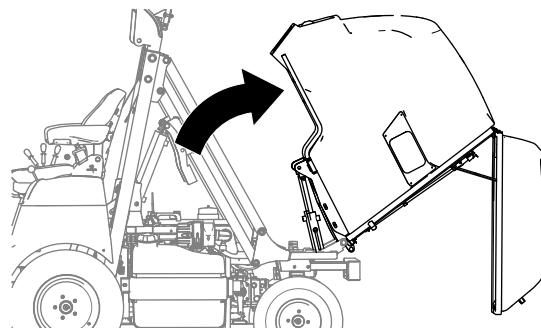

図 56
2. もう一人がホッパーを手で押し上げるようにして後方に図 56 倒す。